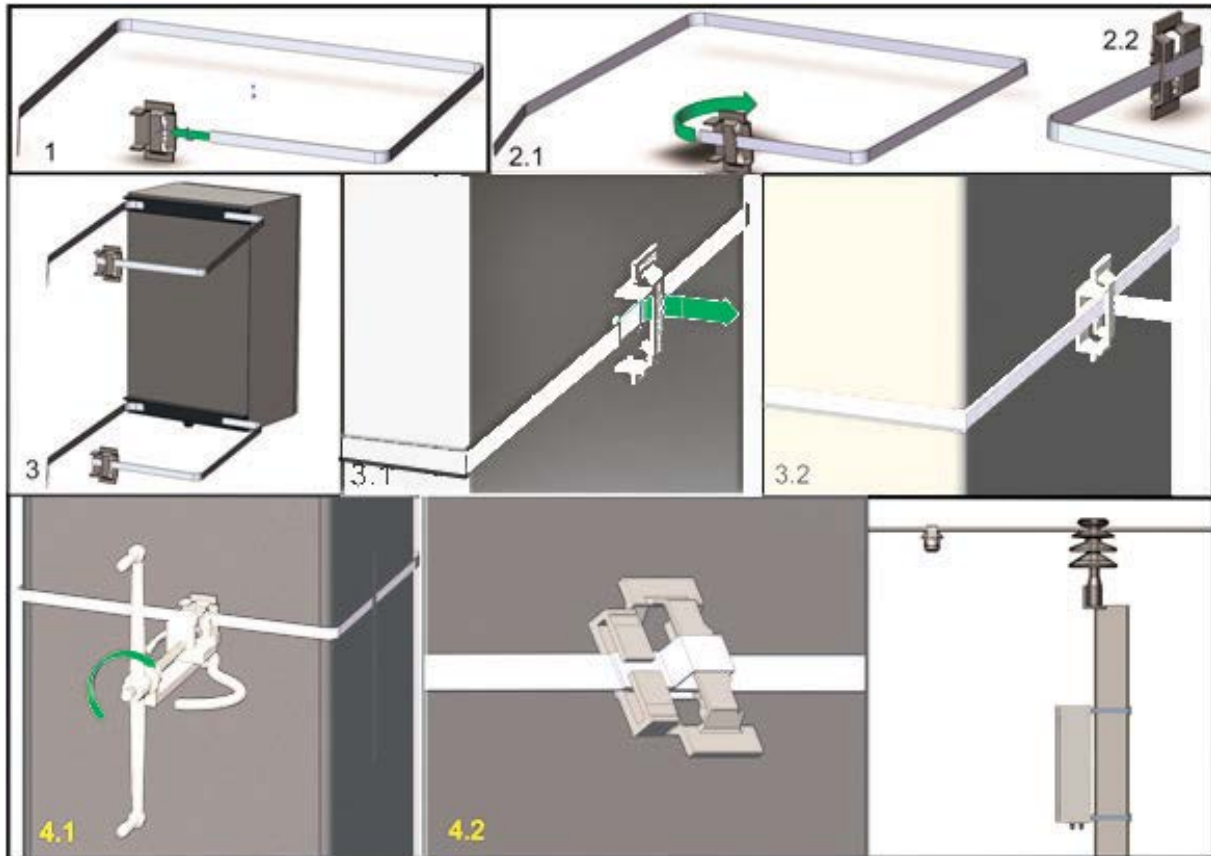

Рисунок 13 – Порядок установки блока БСПИ-3ТН на опору
2.5.3 Порядок установки блока БСПИ-ЗТН на опору приведен на рисунке ниже (см. Рисунок 13).